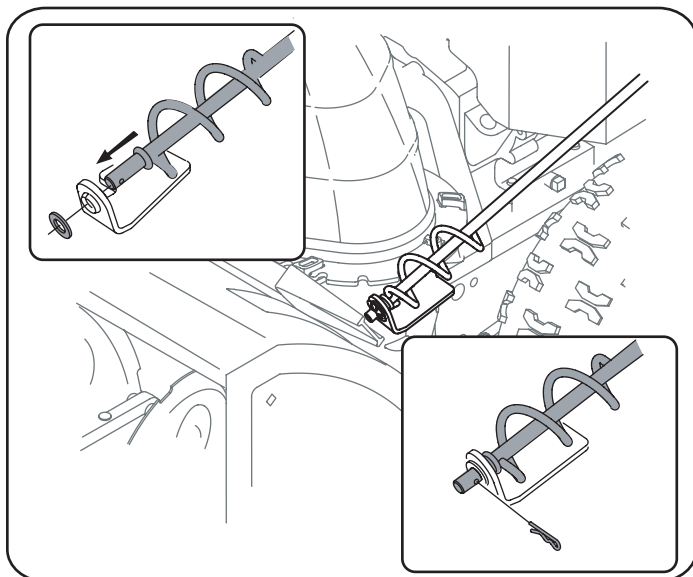

Figura 5
- b. Inserte el extremo del control direccional del canal en el soporte inferior y asegúrelo mediante la arandela plana y el broche de horquilla que acaba de retirar. Vea la figura 5. Si es necesario, puede ajustarse el soporte inferior. Consulte "Ajuste del soporte del canal" en la sección de Servicio y Mantenimiento.